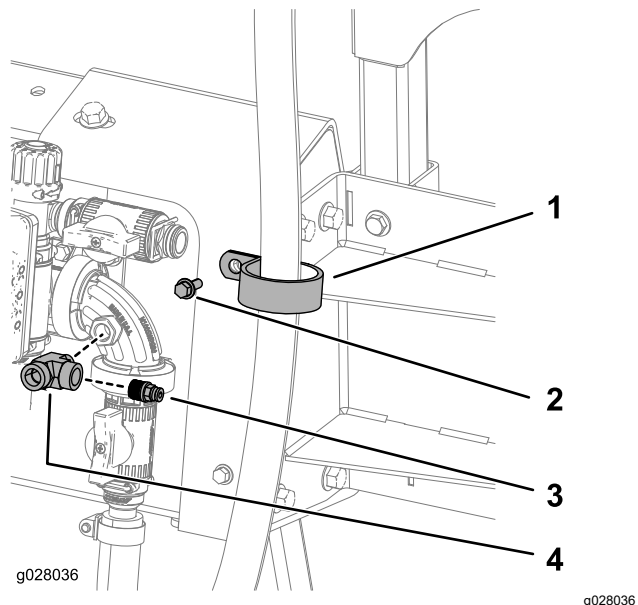

Figure 37
1. Fixez le flexible (180 cm) au support supérieur à l'aide d'un collier en R, d'un boulon (1/4"-20 x 3/4") et d'un écrou (1/4"-20), comme montré à la Figure 37.
2. Appliquez du produit d'étanchéité au PTFE sur le filetage du raccord en T et branchez le raccord à la vanne de commande (Figure 37).
3. Appliquez du produit d'étanchéité au PTFE sur le filetage du coupleur et branchez le coupleur au raccord en T (Figure 37).